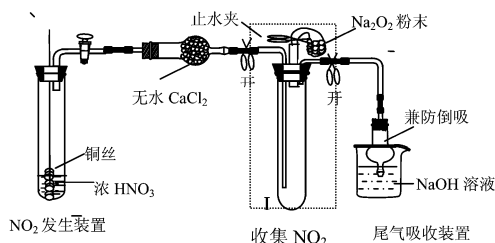
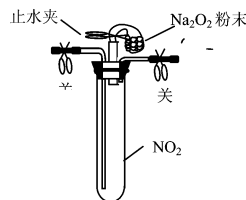

图1
图2
根据类比为 CO2 与 Na2O2 反应,再加上实验经验,可以得出以下两个结论:其一,若命题①成立,过量的 Na2O2 与 NO2 反应后有 O2 生成,就可支持余烬木条燃烧,可以和命题②做对比试验;其二,若命题③成立,则反应后生成的 NO 与空气接触会出现红棕色。对此,笔者做了如下对照实验(简称实验1):按照图1组装好 NO2 制取装置,组装时需要注意四个问题:①将铜丝一端弯曲成螺旋状插在单孔橡胶塞上,通过上下拉动控制铜丝与浓硝酸接触反应制取 NO2 气体。②干燥剂只能用无水 CaCl2。③干燥管插入浓碱液中吸收逸出的 NO2 及防倒吸。④Na2O2 的粉末装入气球中,用止水夹关闭,然后将袋口固定在大孔玻璃导管口上。
实验时先用图1装置中I部分(虚线框内)试管收集满 NO2 气体,然后关闭其两侧的止水夹,取下I装置(见图2),用橡胶管连接好图1中剩下部分。随后打开气球上的止水夹,将气球中
再用图1装置制取并收集满干燥纯净的 NO2 气体,将余烬木条用坩埚钳夹住送入试管口内,余烬木条不仅没有复燃,而且很快熄灭,说明命题②也不成立。